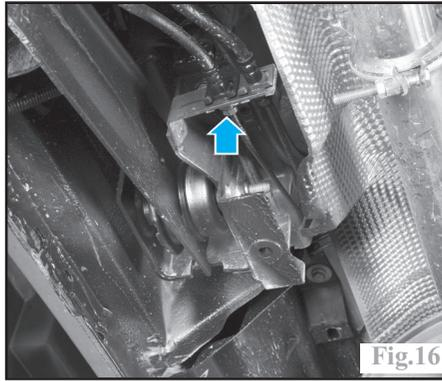

Fig.16
-les tuyaux rigides de frein (Fig.16) au niveau du palier.